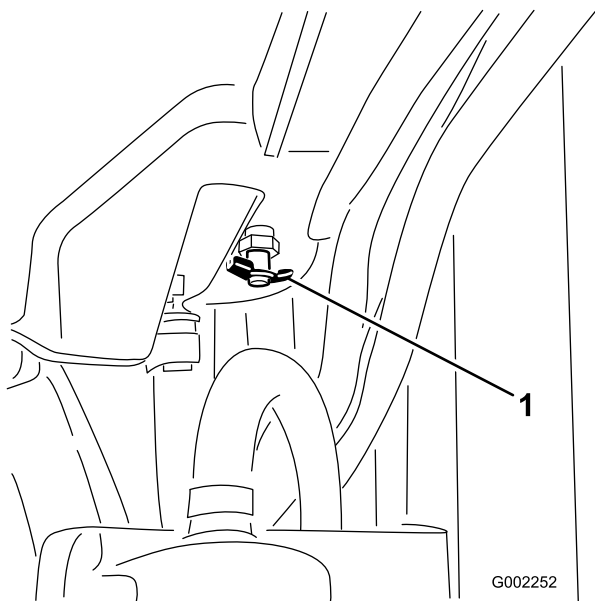

Figure 55
- Ouvrez la vidange (Figure 55) et vidangez le liquide de refroidissement dans le bac.